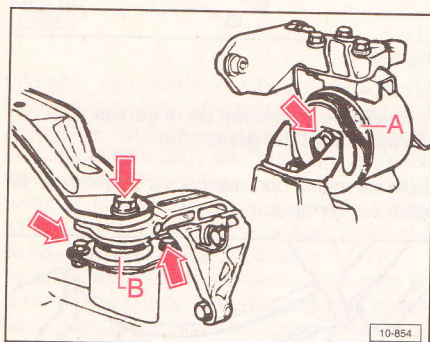

Fig. 2.10
Aflojar el tornillo central del cojinete de metal/goma (A) (Fig. 2.10) (cojinete del motor). Aflojar el cojinete de metal/goma (B) (Fig. 2.10) (cojinete del cambio) en el cambio y en el portagrupos.